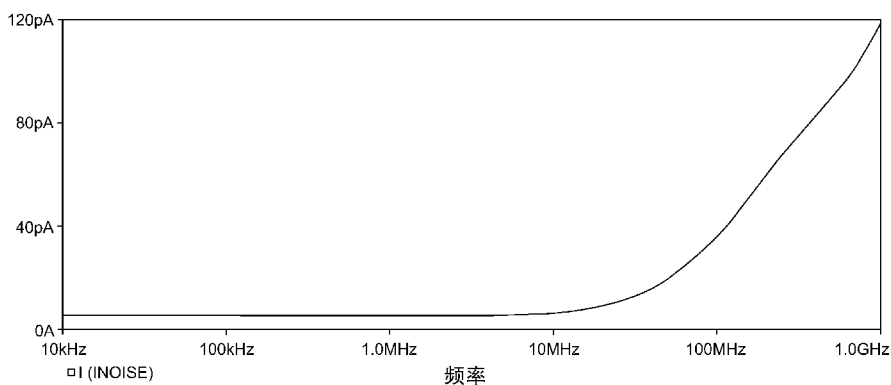

图 14.9 等效输入噪声随着频率的升高而增大
11. 删除总输出噪声曲线 NTOT (ONoise)，然后添加等效输入噪声曲线 I (NOISE)。如图 14.9 所示，因为晶体管的电流增益与频率成正比，所以输入噪声随着频率的升高而增大。因为输入信号源为电流源，所以输入噪声单位为  $A/\sqrt{Hz}$ 。